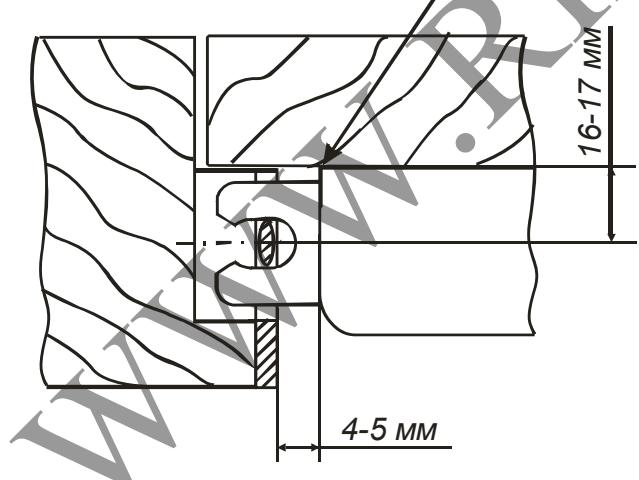

Рис. 18
6.2.7. Установите узкую запорную планку (рис.1, позиция 5) в соответствии с рис. 18, 20, предварительно выбрав в дереве место для захода ригеля (рис. 20, позиция 1).